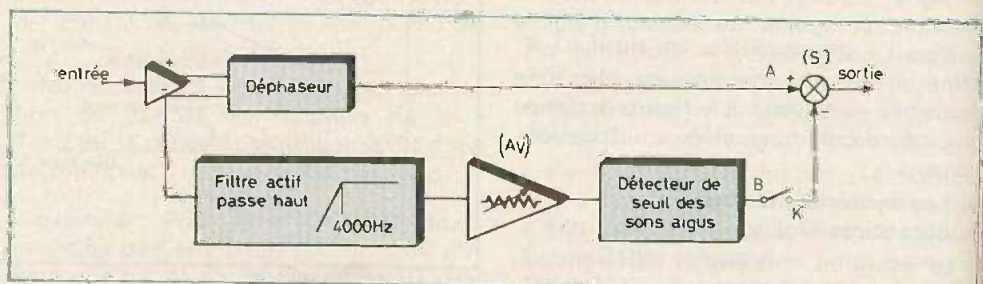

Fig. 7. – Le système « DNL » ; lui n'agira qu'à la lecture, il pourra en conséquence s'intercaler entre le magnétophone et l'amplificateur.
blement représentées dans le message sonore. En effet, comme le montre la figure 7 donnant le synoptique du montage, lorsque l'interrupteur K est fermé, les tensions A et B sont en opposition de phase, ce qui a pour effet pratique de les annuler après le sommateur (S), mais ceci seulement pour les fréquences supérieures à 4 000 Hz, grâce au filtre passe-haut. On trouve ensuite un amplificateur à gain réglable (AV) puis un détecteur de seuil. Sur l'autre branche, nous trouvons simplement un déphaseur. Considérons bien le fonctionnement de ce montage :